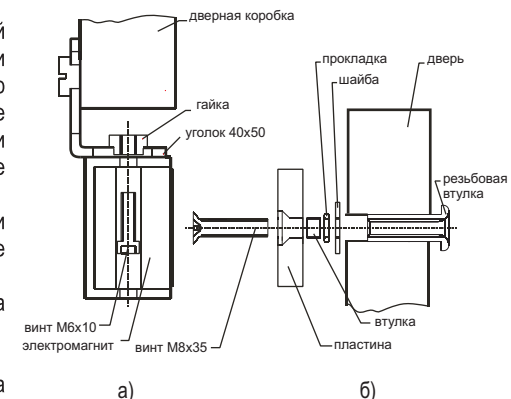

Рис. 1. Схема установки замка
1.1.2. При помощи двух винтов электромагнита и гаек из крепежного комплекта установите электромагнит на уголок, как показано на Рис.1а.
2.2. С помощью деталей из монтажного комплекта установите пластину с внутренней стороны двери согласно Рис.1б. При установке необходимо обеспечить люфт пластины относительно крепежного винта. Люфт обеспечивается установкой резиновой прокладки, шайбы и втулки, входящих в монтажный комплект.